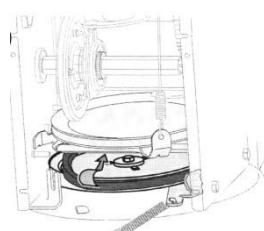

Fig. 18
- Freza este atașată la axul în spirală cu două șifturi de siguranță și un șift spintecat. Dacă freza atinge un obiect străin sau o acumulare de gheăță, aruncătorul este proiectat de așa natură ca șifturile să se rotească. Vezi Fig. 18.
- Strecuți cureaua de direcție printre roata de fricțione și discul acesteia. Vedi Fig. 18.